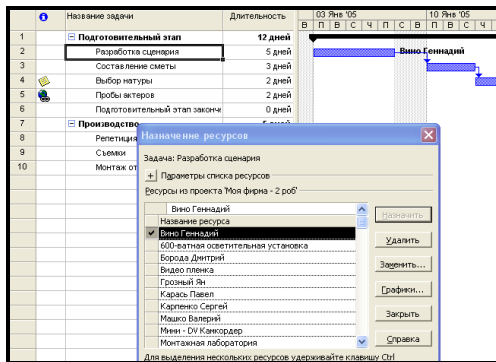

Рис. 116. Подання *Назначение ресурсов*
7.4. У діалоговому вікні *Назначение ресурсов* у списку ресурсів натиснути на *Вино Геннадий/Назначить*. Отже, ресурс *Вино Геннадий* буде позначений зліва галочкою (рис. 116):